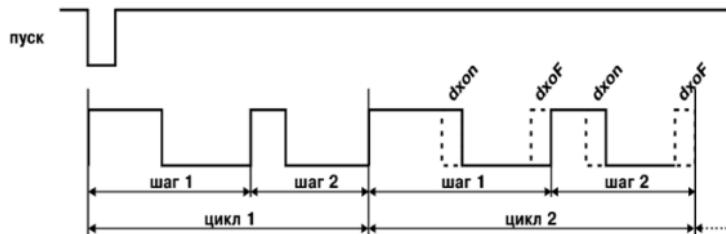

Рисунок 3.4
3.1.2.6 После выполнения очередного цикла время длительности импульса в каждом шаге последовательности может автоматически изменяться на величину «dxOn», а время длительности паузы – на величину «dxOf». Для этого необходимо задать значения этих параметров отличными от нуля (рисунок 3.4).